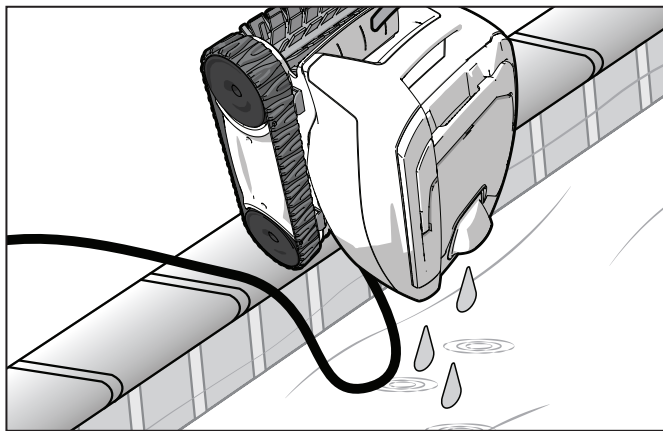

Figure 9. Vider l'eau du robot nettoyeur.
3. Maintenir le robot nettoyeur verticalement au-dessus de la surface de la piscine pour vider l'eau avant de le retirer (Figure 9).